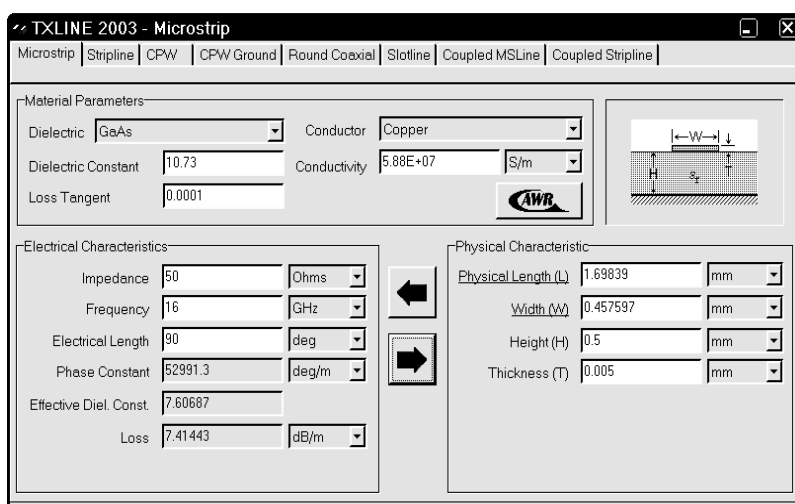

Рис. 1.1
2. Выберите в меню команду **Tools>TXLine** и в появившемся диалоговом окне (рис. 1.1) откройте вкладку **Microstrip**.